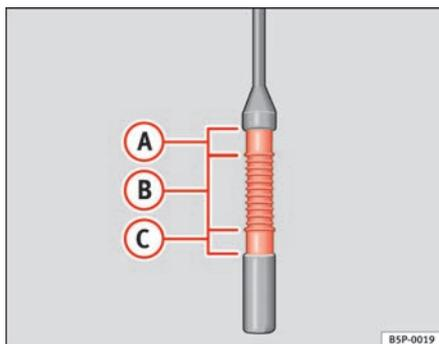

Fig. 157 Vareta de medição do nível de óleo.
- Em seguida, retire-a novamente e verifique o nível do óleo ⇒ fig. 157. Caso seja necessário, reponha óleo do motor.